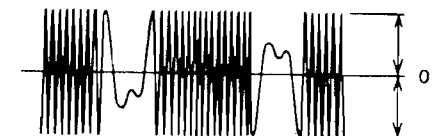

Fig. 4-9
4. Adjust VR1 so tracking error signals at TP-4's TE1 shows such a waveform as shown in Fig. 4-9.
4. TP-4のTE1 のトラッキング・エラー信号波形(図4-9)が0Vを中心に振れる様に VR1を調整する。